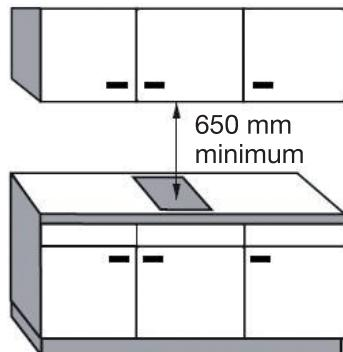

Figure 4
- L'écart de sécurité entre la table de cuisson et la hotte aspirante placée au-dessus doit respecter les indications du fabricant de la hotte. En cas d'absence d'instructions, respectez une distance minimum de **650 mm** (voir figure 4).